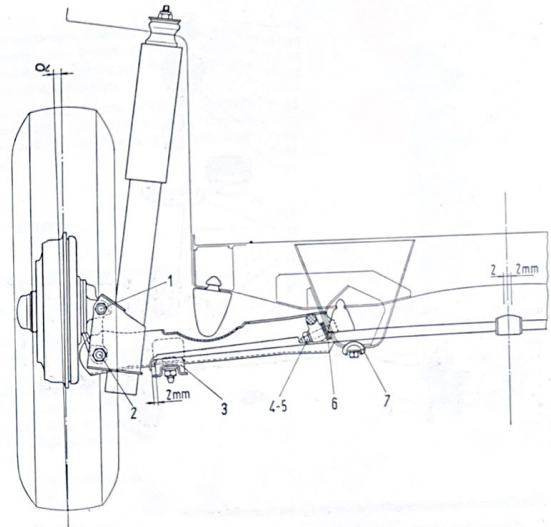

Fig. 6.4.—Semitrén trasero, visto desde atrás.
Apretar las tuercas (1 y 2, fig. 6.4) con el par de apriete adecuado. El apriete de la tuerca (2, fig. 6.4) deberá realizarse con el coche cargado y en las mismas condiciones que las descritas en el reglaje del ángulo de inclinación de ruedas (apartado 6.3.1.).
Comprobar que la línea central de la ballesta coincida con el eje de la carrocería. El error máximo admitido es de 2 mm (fig. 6.4).
Comprobar que entre los tacos elásticos (3, fig. 6.4) y el extremo doblado de la hoja inferior de la ballesta, existe un hueco de 2 mm.
- Aumentando el número de arandelas de reglaje intercaladas en los tornillos de fijación a la carrocería (4 y 5, fig. 6.4) si el ángulo de inclinación es inferior.